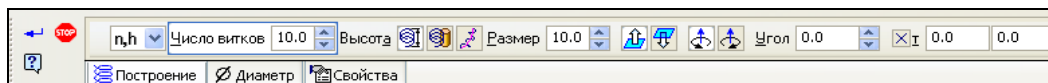

Рис. 6.29. Панель свойств на вкладке **Построение** при способе построения **По числу витков и высоте**
- ◆ вызовите команду **Спираль цилиндрическая**. На Панели свойств в окне **Способ построения** установите **По числу витков и высоте**. Элементы на Панели свойств видоизменяются (рис. 6.29). С помощью переключателя **Высота** вы можете установить три способа определения высоты спирали: